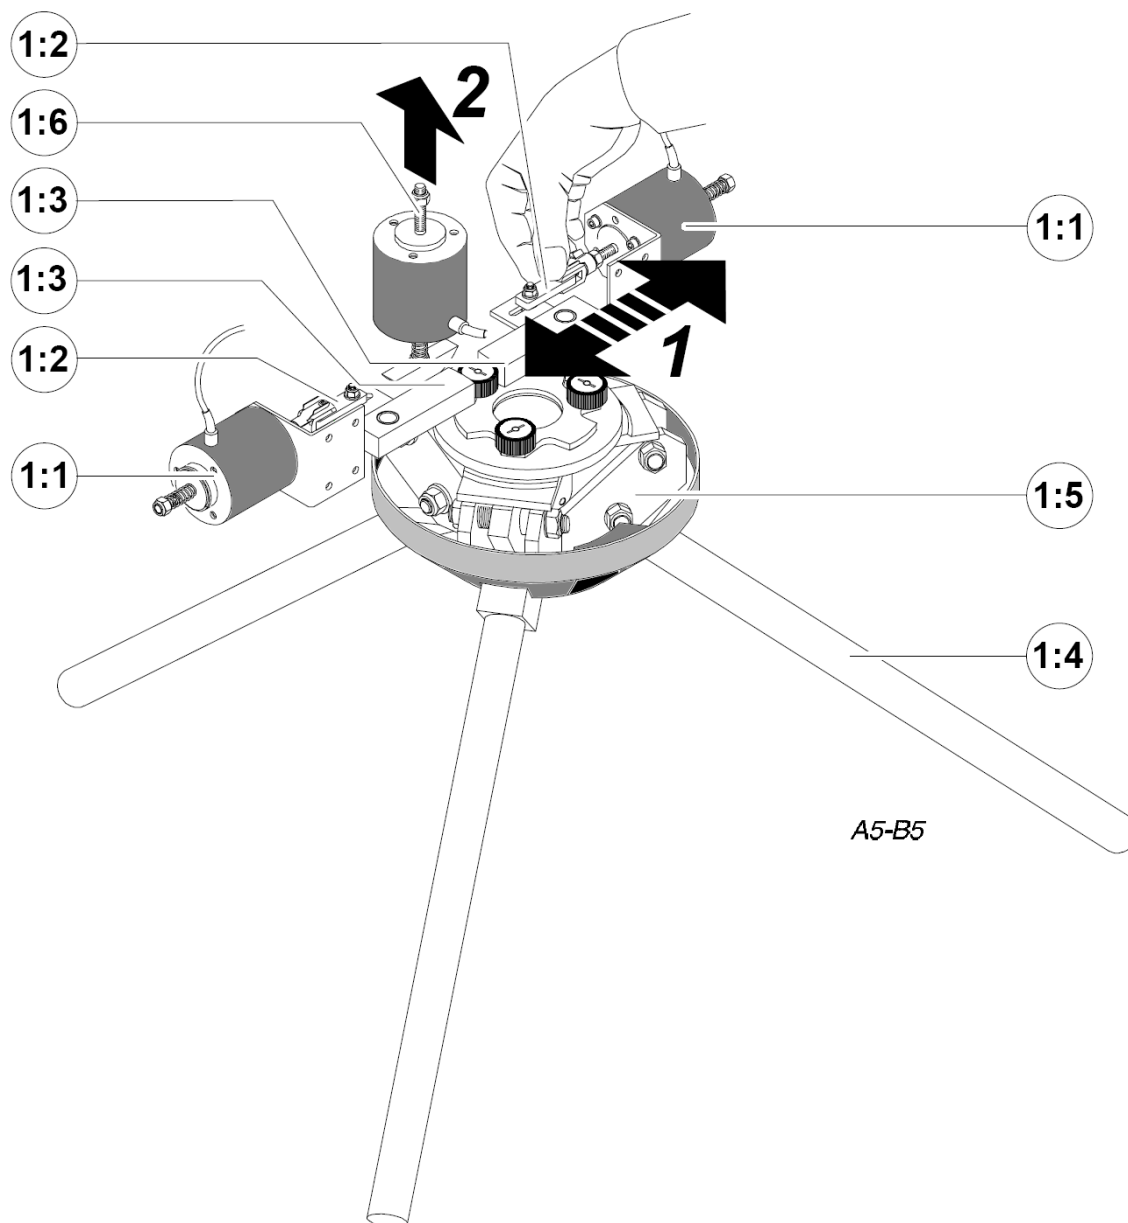

Рис. 1
- Удостоверьтесь, что в обоих исполнительных механизмах, расположенных с противоположных сторон турникета, ось электромагнита (1:1), малый стержень (1:2) и затвор (1:3) параллельны друг другу и двигаются соосно при приложении усилия к малому стержню в направлении, показанном цифрой 1 на рис. 1.
- Преграждающие планки (1:4) должны быть надежно закреплены на головке турникета (1:5). При подъеме оси (1:6) механизма "антипаника" вверх, как показано цифрой 2 на рис. 1, преграждающие планки должны падать вниз.